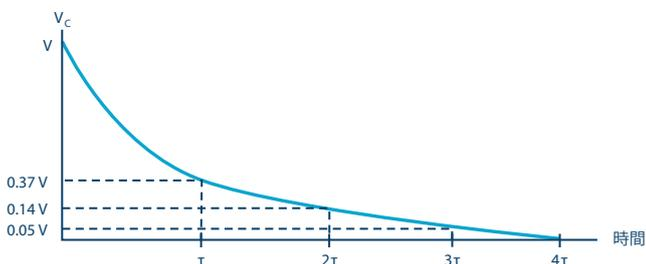

図 4. RC 直列回路におけるコンデンサの放電電圧
ここで、 V_0 は $t = 0$ におけるコンデンサの初期電圧、 $RC (= \tau)$ は時定数です。応答曲線は、図 4 に示すように指数関数的に低下していきます。
- a. パルス幅が 5τ よりかなり長い場合: 方形波の各サイクル内でコンデンサを完全に充放電できるだけの時間を確保します。それが可能になるように、AWG A の出力周波数を設定します。パルス幅を 15τ とし、式 (2) に従って周波数を設定してください。周波数の値を求めると約 15 Hz になるはずですが、可能であれば、画面上で、得られた波形を基にして時定数を測定してください。時定数を容易に測定できない場合には、考えられる理由を説明してください。
- b. パルス幅が 5τ の場合: パルス幅が 5τ になるように周波数を設定します (周波数は約 45 Hz になるはずですが)。この条件では、各パルスのサイクルでちょうどコンデンサの充放電が完了するはずですが (図 3、図 4)。